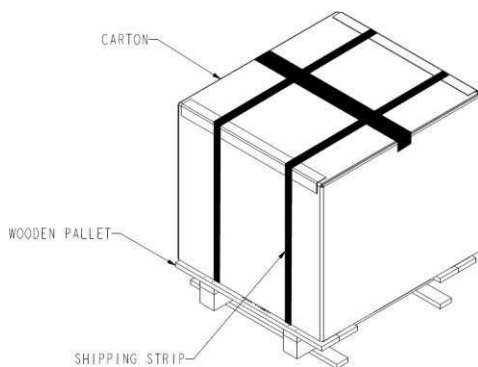

Fig. 1
- Klipp av transportremsan och ta bort kartongen (se fig. 1).